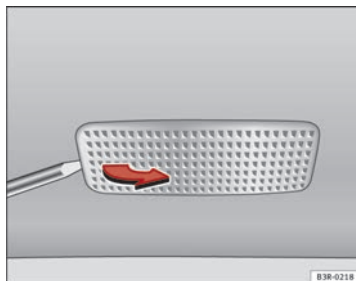

Fig. 243 Desmontaje luz del parasol
- Retire la luz con cuidado, utilizando un destornillador por su parte plana ⇒ fig. 243.